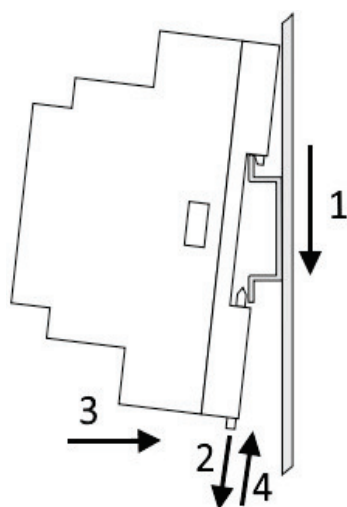

Рисунок 6 - Установка устройств на DIN-рейку
4. задвинуть защелки DIN-рейки вверх до упора (см. рисунок 6).